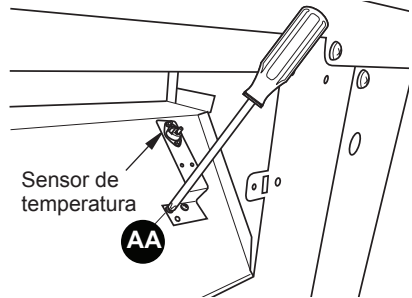

Figura 9 - Instalación del sensor de temperatura
9. Adjuntar sensor de temperatura a la parte posterior de la caja de fuego con 2) M4.2X8 tornillos (AA) (consulte la Figura 9).